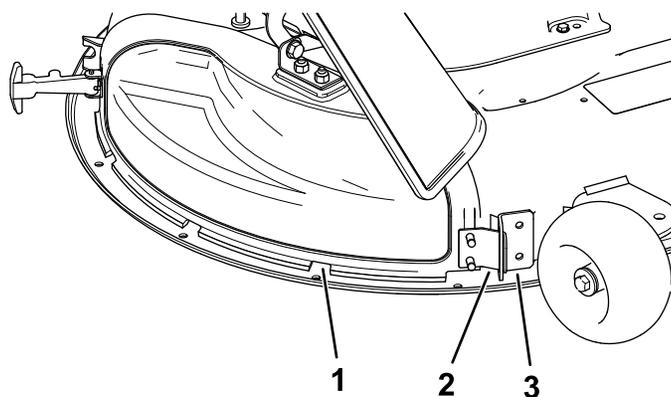

Figura 13
5. Retire la pestaña metálica de la tapa de descarga de la ranura del soporte que está soldado a la carcasa de corte (Figura 13).